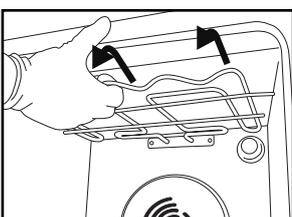
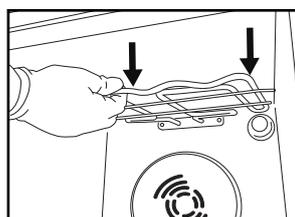

Abb. 3
Abb. 4
2. Ziehen Sie das Heizelement etwas nach vorn (Abb. 3) und senken Sie es anschließend ab (Abb. 4).